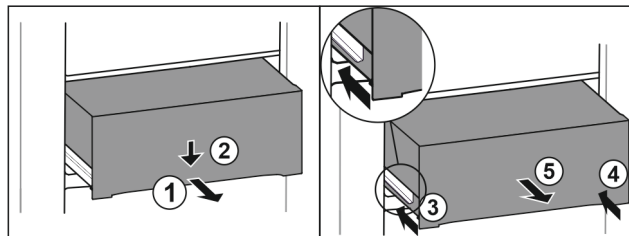

Fig. 100
- ▶ Вытяните выдвижной ящик наполовину. Fig. 100 (1)